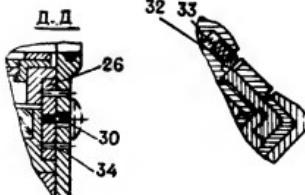

Рис. 8. Механизм выверки АЛ6.063.109;
- не поворачивая винт 20 (рис. 8), установить шкалу с маркировкой, соответствующей оружию, при этом начальное деление шкалы совместить с указателем на корпусе;